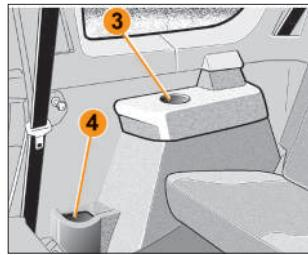

Рис. 4.5.12. Дополнительные
**В вариантом исполнении** в задней (левой и правой) части салона автомобиля расположены дополнительные подстаканники 3 и держатели бутылок 4 (рис. 4.5.12).